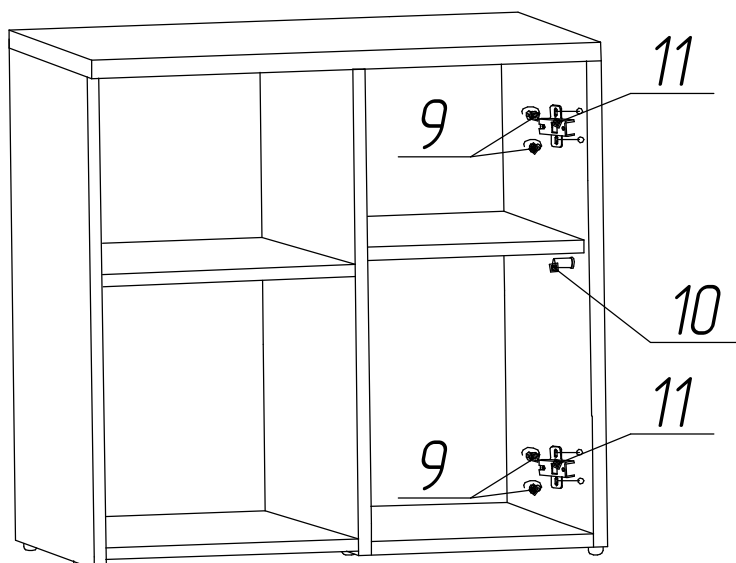

Рисунок 5
15. Петлю поз.11 разъединить и левую часть петли закрепить к стенке боковой поз. С с помощью шурупов поз.9 (см. рисунок 5).